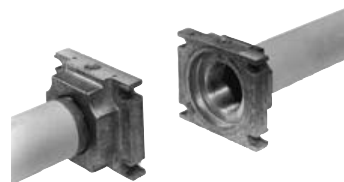

Рис. 7
1. Установить фланец на трубе. Использовать соответствующую газу оснастку (Рис. 7)